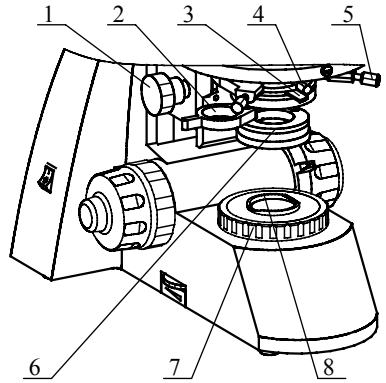

图 7
1) **聚光镜的组成**—聚光镜就在载物台下面, 见图 7。左右两边各有一颗螺钉, 用于聚光镜的调中, 旋转聚光镜升降手轮可以升高或者降低聚光镜。